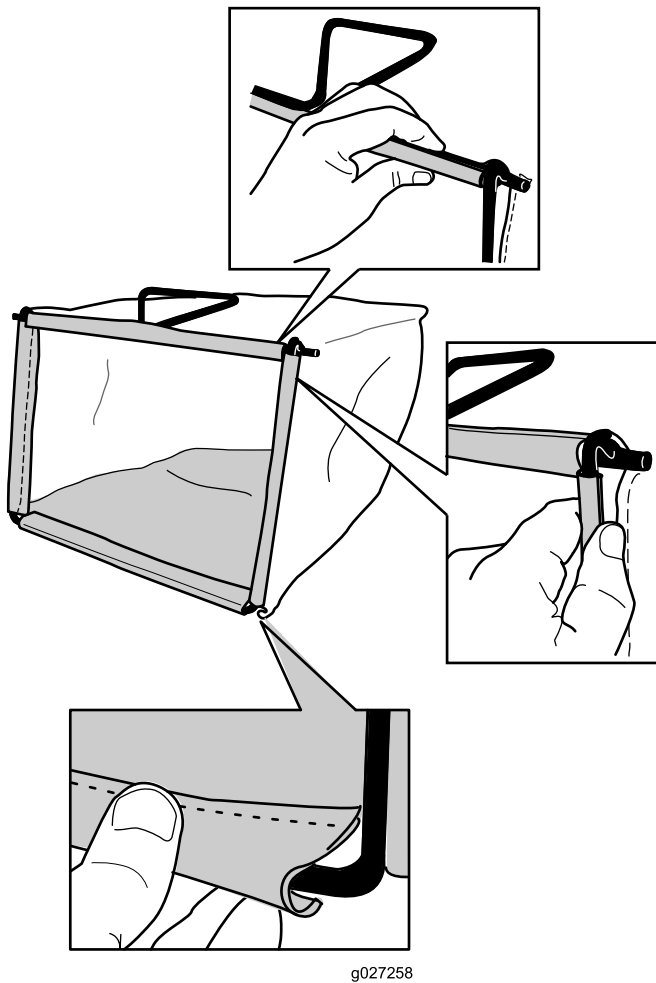

Figura 8
2. Enganche el canal inferior de la bolsa en la parte inferior del bastidor (Figura 8).
- Enganche los canales superiores y laterales de la bolsa en la parte superior y en los laterales del bastidor, respectivamente (Figura 8).